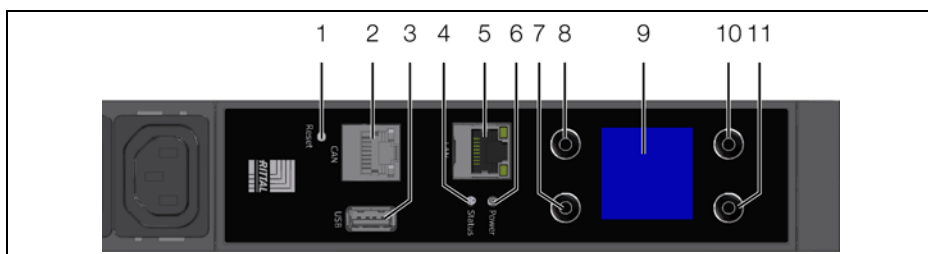

Рис. 11: Элементы управления и индикации, а также подключения PDU metered/switched/managed
Элементы управления и индикации показаны на рис. 11. При этом направление отображения дисплея, а также назначение четырех кнопок рядом с дисплеем зависят от положения монтажа PDU. В пояснениях к рис. 11 показано назначение кнопок для такого случая монтажа, при котором подвод питания производится снизу от PDU. Если PDU смонтирован таким образом, что подвод питания производится сверху, то назначения кнопок 7 и 10, а также 8 и 11 меняются между собой. Актуальное назначение кнопок соответствующим образом отображается на дисплее.
Пояснения к рис. 11
- PDU UK: 1 x 13 A у PDU со штекером подключения BS 1363 (UK)
- Выведите кабель подключения PDU из IT-стойки и подключите его к электросети. После подключения PDU к сети питания загорается зеленый индикатор питания (рис. 11, поз. 6), и автоматически начинается загрузка операционной системы PDU. При подключенной сети на разъеме RJ 45 загораются индикаторы передачи данных и статуса (рис. 11, поз. 5). Через несколько секунд многофункциональный индикатор статуса начинает мигать синим цветом, что означает процесс загрузки (рис. 11, поз. 4). У PDU switched и PDU managed: индикаторы статуса на розетках одновременно включаются и через несколько секунд снова отключаются. После завершения запуска системы индикаторы отображают текущее состояние реле (у включенной розетки индикатор горит зеленым цветом). Переключения реле при загрузке **не** происходит, в состоянии поставки все розетки PDU находятся во включенном состоянии.
- Нажмите кнопку "Esc" (рис. 11, поз. 10) для отображения главного меню **Rittal**.
- Выберите меню "Setup" и подтвердите выбор нажатием кнопки "ввод" (рис. 11, поз. 8).
- Нажимайте кнопку "вверх" несколько раз (рис. 11, поз. 11), пока не появится необходимое значение первой цифры PIN-кода.
- Нажмите на кнопку "далее" (рис. 11, поз. 7), чтобы изменить вторую цифру PIN-кода.